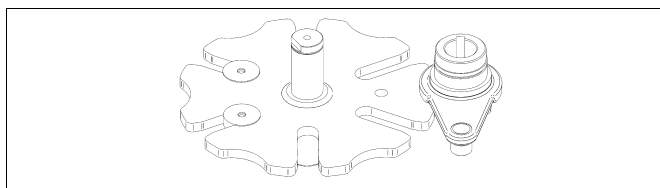

рис. 73
5) Перед установкой головки устройства ПБВ поверните рычаг мальтийской шестерни из положения наладки на 90° внутрь (рис. 73).